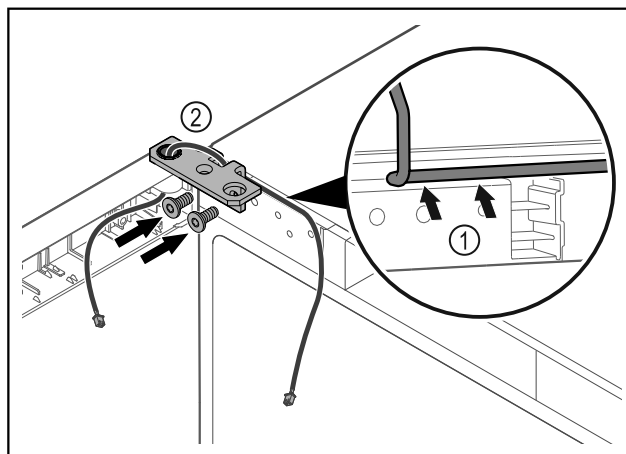

Fig. 35
- ▶ Проведите кабель через отверстие в шарнирном уголке и аккуратно уложите его Fig. 35 (1).
- ▶ Привинтите шарнирные уголки Fig. 35 (2).